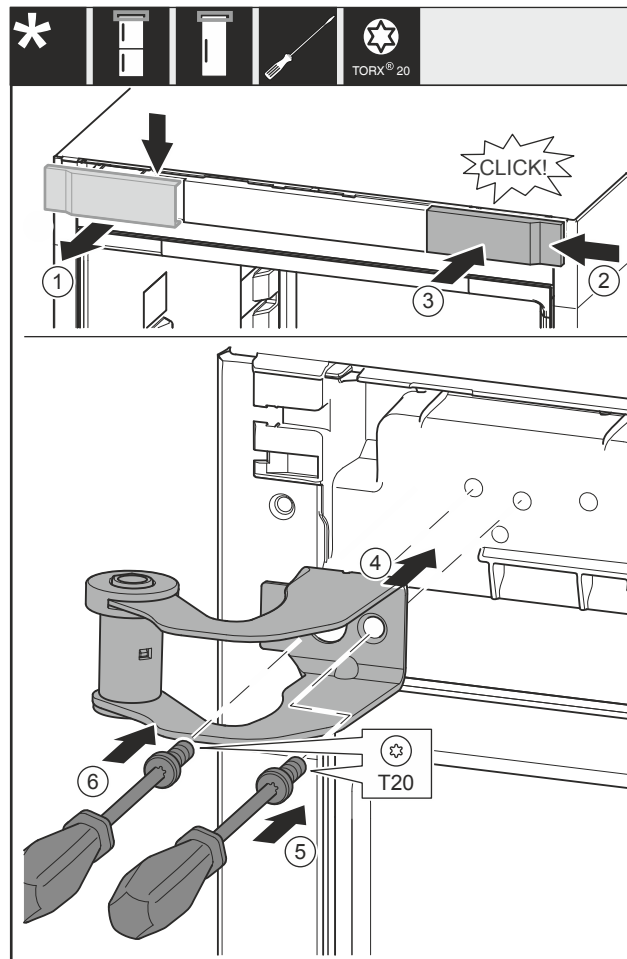

Fig. 34
- Vegye ki felülről a fedelet Fig. 34 (1) előre felé.
- Akassza be a fedelet Fig. 34 (2) 180°-kal elfordítva a másik oldalra jobb felől.
- Pattintsa be a fedelet Fig. 34 (3).
- Helyezze fel a felső csapágybakot Fig. 34 (4).
- Húzza meg a csavart Fig. 34 (5).
- Húzza meg a csavart Fig. 34 (6).